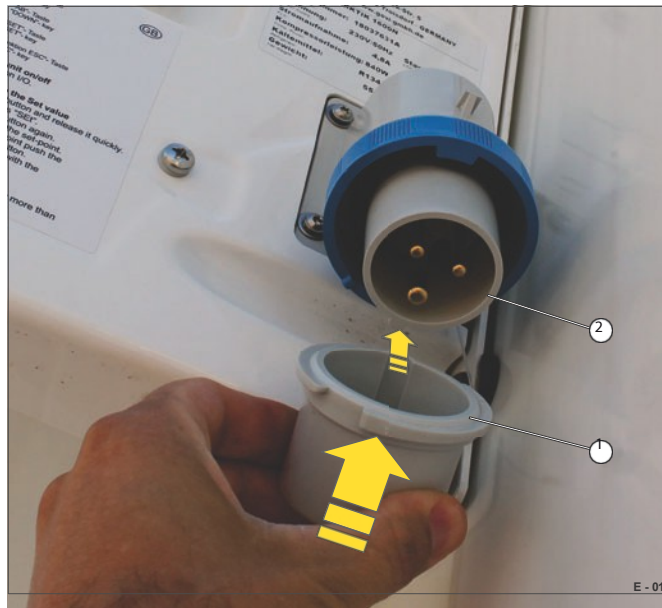

Fig. 15 Fechar a ligação à rede eléctrica
- Antes de fechar a ligação à rede eléctrica com a tampa (Fig. 15/1), verifique se não há água acumulada na tampa - se necessário, limpe-a antes de a fechar.
- Colocar a tampa na ficha de rede (Fig. 15/2) - certificar-se de que está na posição correcta.